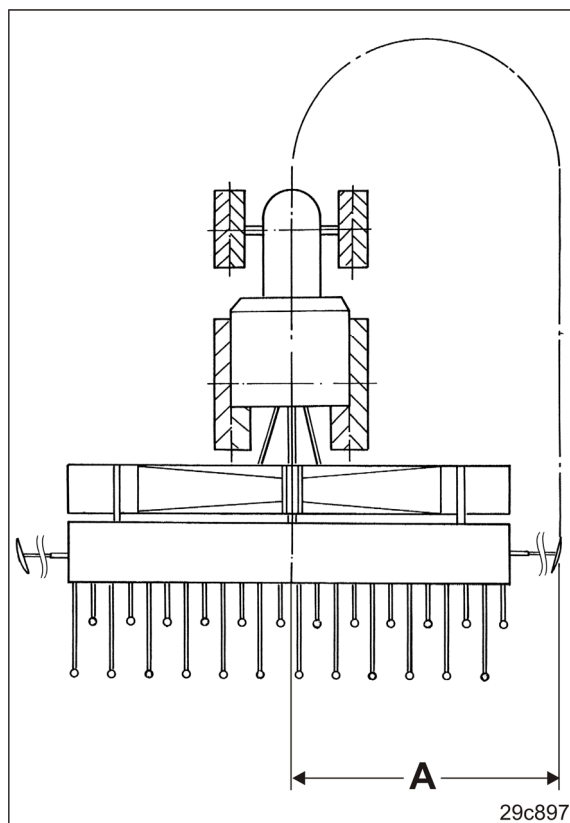

Fig. 90
7. Indstil spormarkørerne til længde "A" (se skemaet "Fig. 90", på side 96).